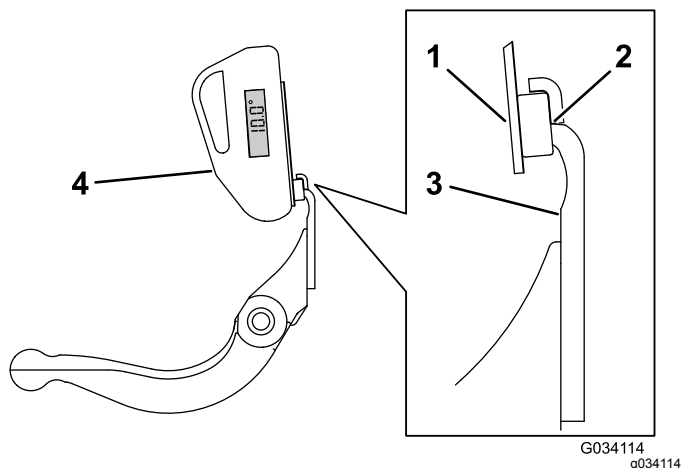

Figura 26
3. Posizionate il supporto del goniometro sul tagliente della controlama, in modo che il bordo del magnete si accoppi con il tagliente della controlama (Figura 26).
4. Posizionate il goniometro sul supporto, come illustrato nella Figura 26.